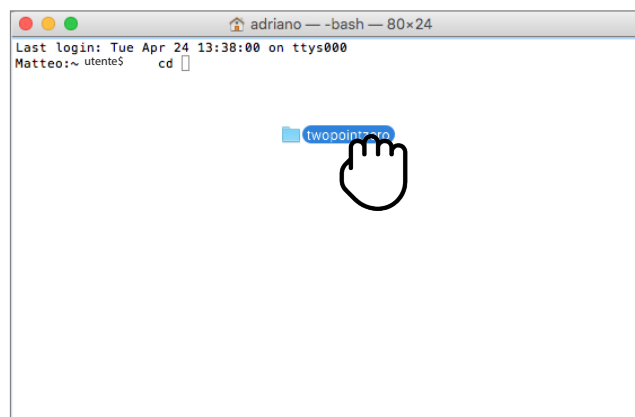

Figura 2-44
- trascinare la cartella "**TwoPointZero InnovAPP versione desktop - MAC**" nella finestra di comando (Figura 2-44) e premere Invio